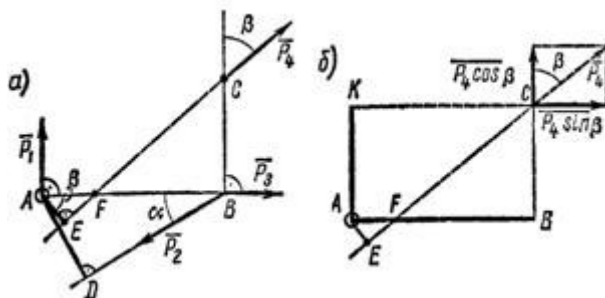

Рисунок 8
3. Определить моменты относительно точки А сил $P_1 = 40 \text{ Н}$; $P_2 = 60 \text{ Н}$; $P_3 = 30 \text{ Н}$ и $P_4 = 50 \text{ Н}$, приложенных в точках А, В и С, как показано на рис. 8, а. Углы $a = 30^\circ$, $b = 50^\circ$, $AB = 2,5 \text{ м}$; $BC = 1,5 \text{ м}$.